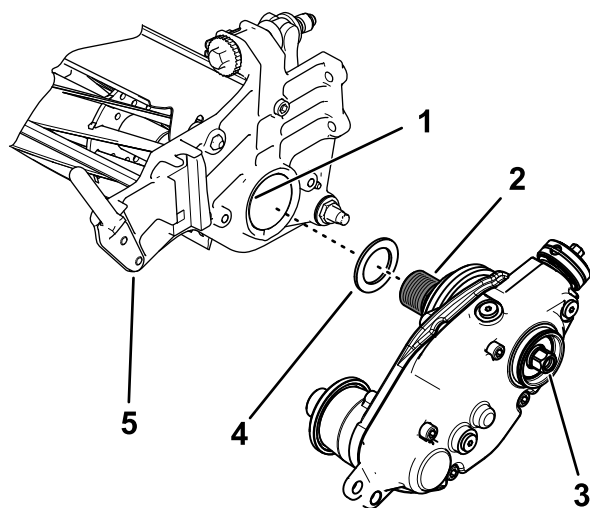

Figura 7
2. Montate la rondella spessore sulle filettature dell'adattatore del cilindro (Figura 7).
4. Applicate la scatola ingranaggi del groomer all'albero del cilindro (Figura 7).
6. Mentre il cilindro è fermato, serrate la testa esagonale dell'albero della scatola ingranaggi tra 135 e 150 N·m; fate riferimento a Figura 7.